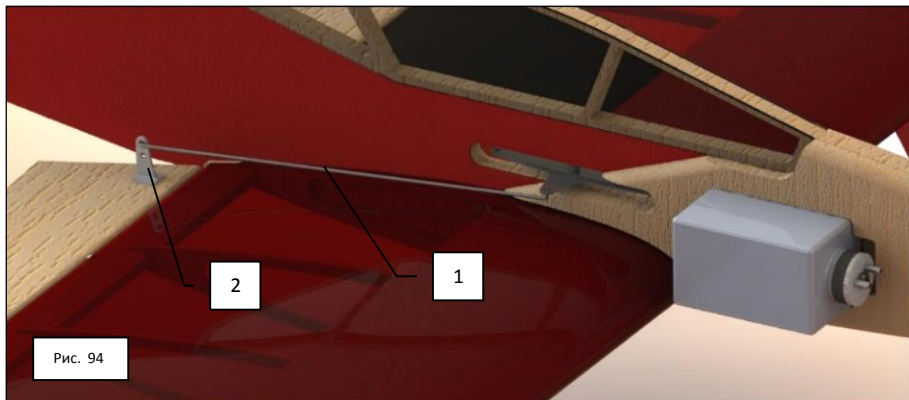

Рис. 94
С помощью двух болтов с гайками и шайбами идущими к комплекте фиксируем собранное крыло на фюзеляже, устанавливаем, но не приклеиваем горизонтальное управление. Проденем в тройник управления (1), в проделанное в его верхней части отверстие входящую в комплект тягу (2) у которой предварительно на одном конце сделаем «крючок», так как показано на **рис. 94**. (на рисунке для облегчения понимания не показано крыло)